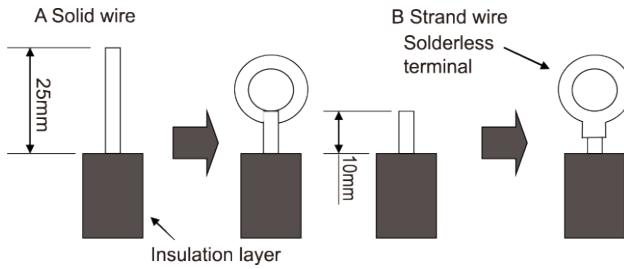

Fig. 26
- (1). For solid core wiring (Fig. 26)
- (2). For strand wiring (Fig. 26)